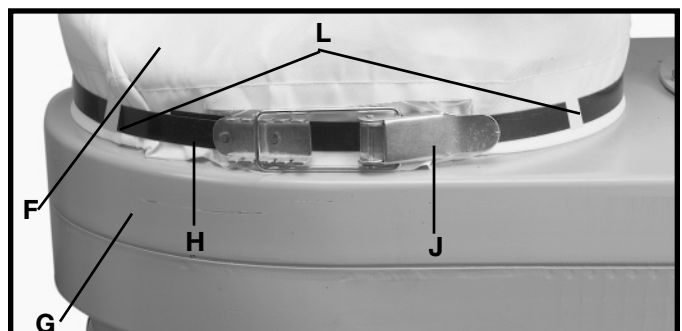

Fig. 15
3. Positionner l'extrémité ouverte du sac-filtre (F) fig. 15, sur le rebord du tambour (G). **REMARQUE :** Il peut être nécessaire de régler la hauteur de la tige de support du tambour à cette étape. Le cas échéant, desserrer l'écrou (A) fig. 13, et tourner la tige de support (B) au besoin pour obtenir la hauteur correcte pour soutenir le sac-filtre. Serrer l'écrou (A) fig. 13.
4. Placer le collier de serrage (H) fig. 15, autour du sac-filtre (F), dans les passants (L) du sac puis le fixer au tambour avec le tendeur (J) comme indiqué à la fig. 15.